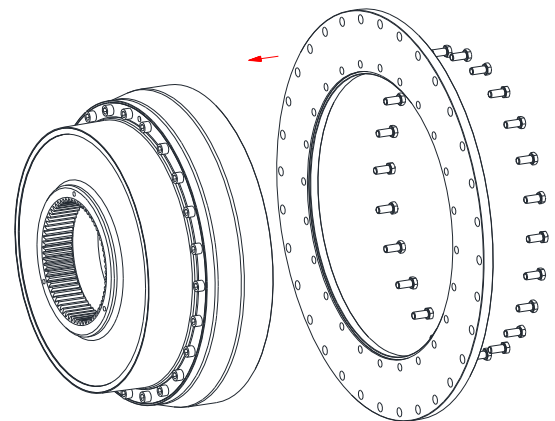

Bild 17: Montage des Distanzringes
- Legen Sie den Distanzring (Bauteil 7) auf den Zusatzflansch und richten Sie die Bohrungen zu den Gewindebohrungen aus (siehe Bild 17).